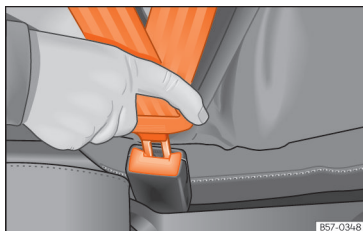

Fig. 26 Inserir la llengüeta del cinturó de seguretat en el seu tancament.
- Encasteu la llengüeta en el tancament del seient corresponent »» fig. 26.